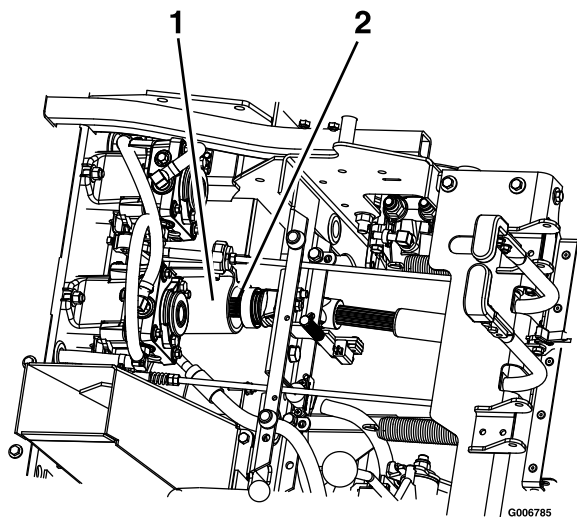

Figura 80
9. Desenganche el asiento y desconecte el árbol de transmisión con el acoplamiento rápido en el eje secundario (Figura 80). Consulte Desenganche del asiento \(página 25\)
5. Instale el árbol de transmisión en el eje secundario (Figura 80).